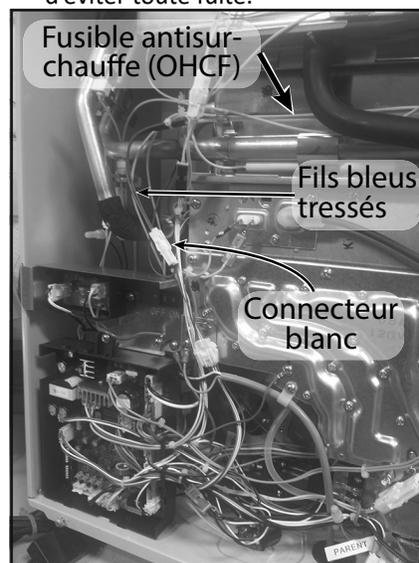

Figure 23 Left Side of Interior
2. Repérez le fusible ant surchauffe blanc, qui s'enroule autour de l'échangeur de chaleur (Figure 23). Consultez aussi Figure 41, p. 50) et la Figure 42, p. 51).
3. Repérez le connecteur blanc, auquel sont raccordés deux fils bleus tressés. Voir Figure 23 à la page 37.
pointe d'un ohmmètre à chaque fil (Figure 23). La résistance mesurée doit être inférieure à 1 ohm.